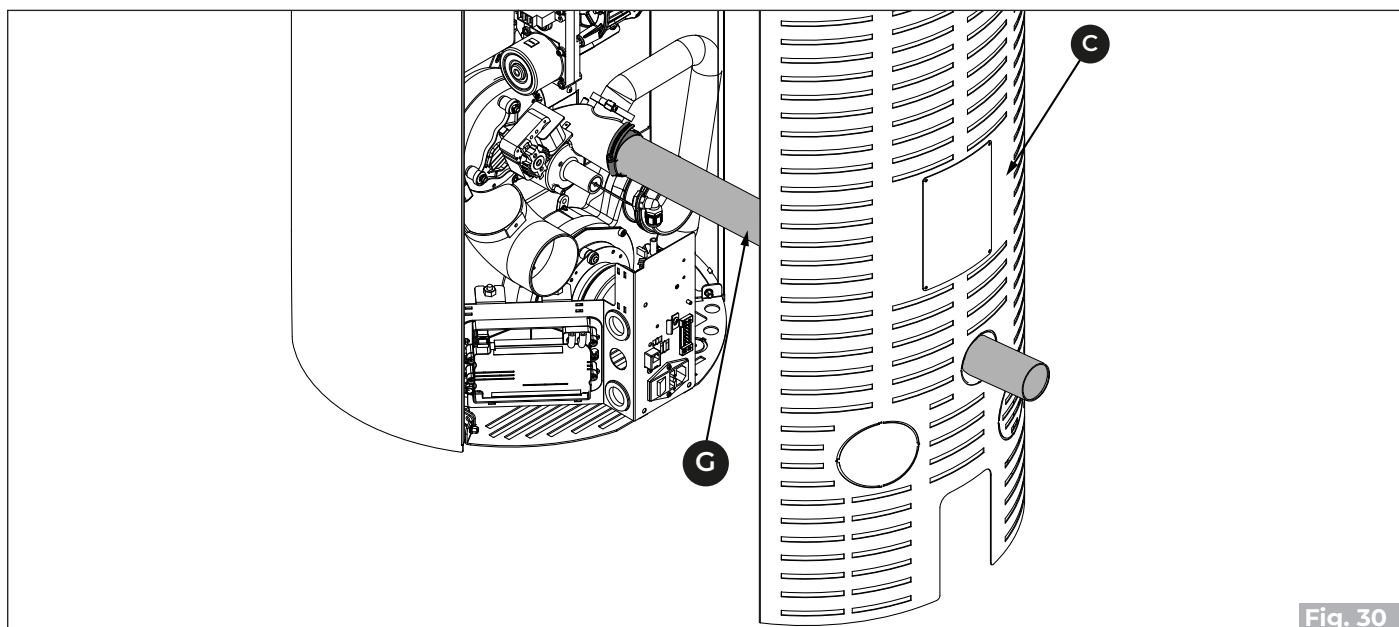

Fig. 30
- Conectar el tubo salida humos (G) ("Fig. 30").